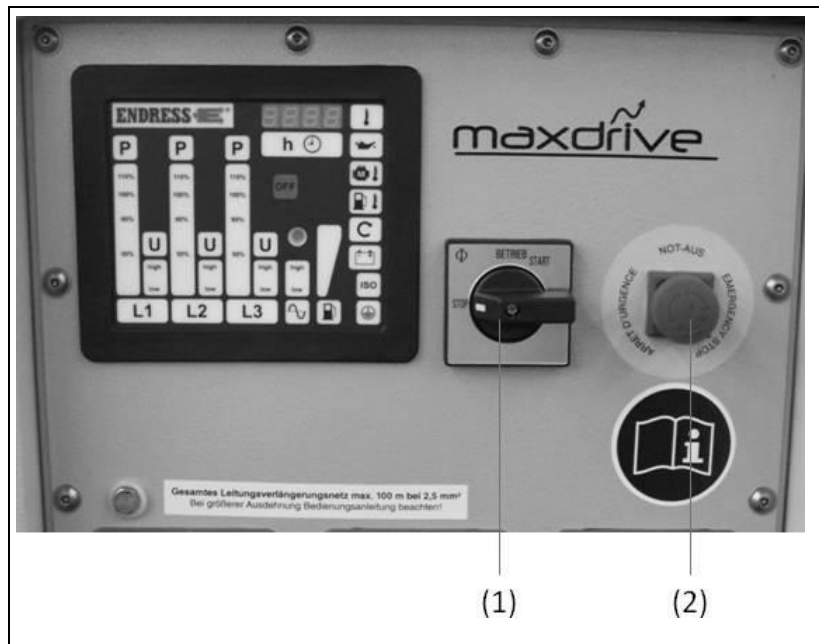

Fig. 4-2: Modo estándar del panel de mandos
3. Girar el interruptor START-STOP (Fig. 4-2-(2)) completamente hacia la derecha hasta la posición "START", hasta que el motor arranque, y soltar a continuación.
3. Colocar el interruptor START-STOP (Fig. 4-2-(1)) en la posición "1".
1. Coloque el interruptor START-STOP (Fig. 4-2-(1)) en la posición "1".
3. Coloque el interruptor START-STOP (*Fig. 4-2-(1)*) en la posición "0".